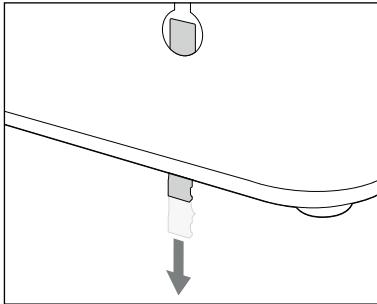

Fig. 1
3. En dessous de l'appareil, une goupille de sécurité **8** située dans l'œillet de suspension droit **7** veille à ce que l'appareil ne se détache pas des vis **9**. Tirez la goupille de sécurité **8** légèrement vers le bas pour la faire sortir de l'œillet de suspension **7** (voir fig. 1).